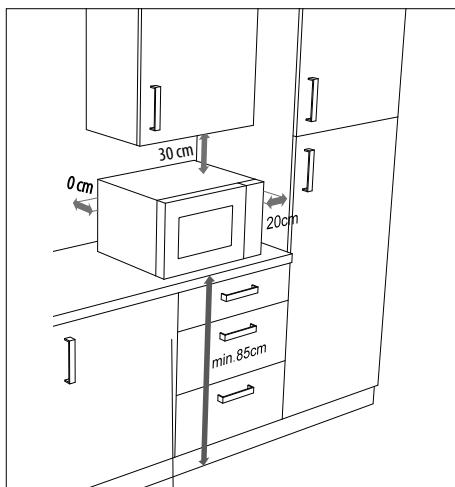

Fig. 4 – Distance entre les appareils
- ▶ Les distances indiquées (**voir Fig. 4**) doivent être respectées pour une ventilation suffisante. L'espace au dos de l'appareil doit toucher le mur. Il garantit la bonne distance lors de l'installation du four à micro-ondes.